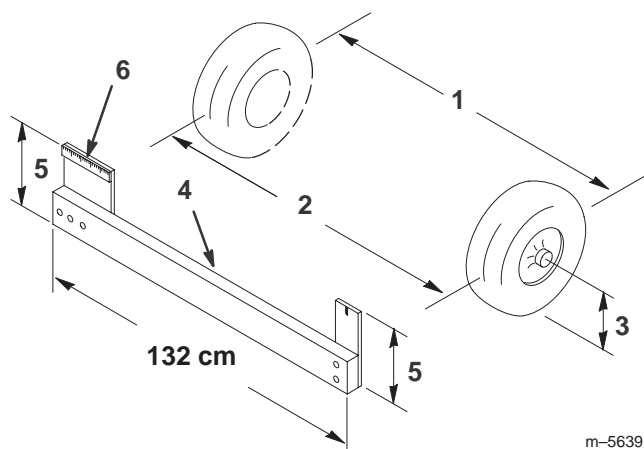

Figure 35
2. Mesurez la distance entre les roues avant à hauteur d'essieu, à l'avant et à l'arrière des roues (Fig. 35). Un gabarit ou un compas à verges est nécessaire pour mesurer l'arrière des roues avant à hauteur d'essieu. Utilisez le même gabarit ou outil pour mesurer précisément l'avant des roues avant à hauteur d'essieu (Fig. 35).